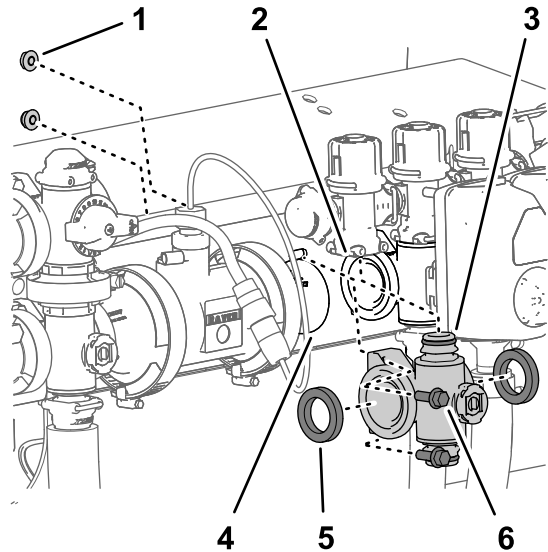

**Figure 131**
6. Insérez la bille dans le corps de la vanne (Figure 131).
**Remarque:** La tige de la vanne doit entrer dans la fente d'entraînement de la bille. Si la tige de la vanne ne rentre pas, ajustez la position de la bille (Figure 131).